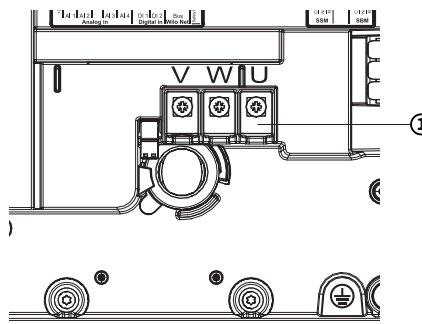

Fig. 114: Mootori ühendusklemmid V, W, U
5. Ühendage mootori ühenduskaabel lahti (Fig. 114).